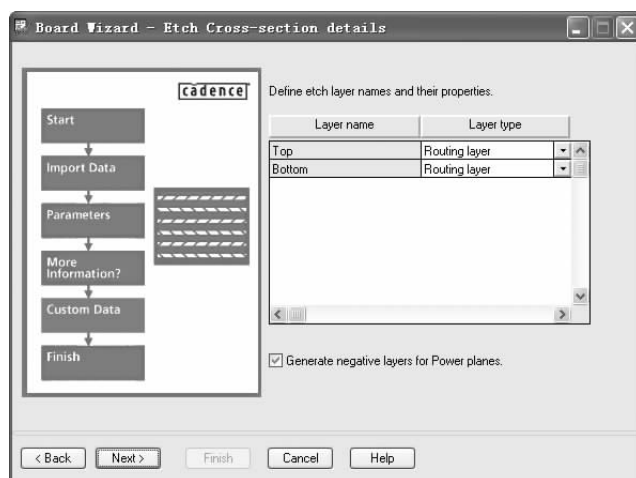

图 12-81 “Board Wizard - Etch Cross - section details (板向导模板)” 对话框
10) 单击 **Next >** 按钮, 进入图 12-81 所示的对话框, 定义层面的名称和其他条件。